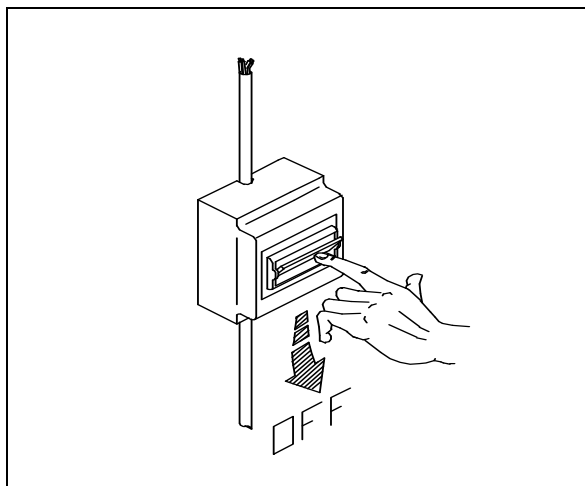

Fig. 5-1
N.B.: Prima di qualsiasi intervento tecnico, scollegare l'apparecchio dalla rete elettrica. (fig. 5-1)
N.B.: Before any technical service, disconnect the machine from the mains. (fig. 5-1)
N.B.: Vor jedem kundendienst die machine vom stromnetz ausschalten. (fig. 5-1)
N.B.: Avant de toute intervention, débrancher l'appareil de l'électricité. (fig. 5-1)
N.B.: Desconecte siempre el aparato de la red antes de cualquier operación de arreglo. (fig. 5-1)